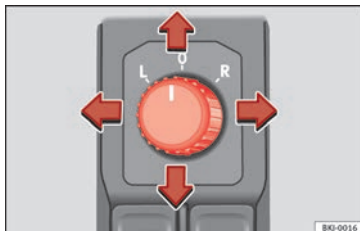

Fig. 150 Regolazione degli specchietti retrovisori esterni.
1. In primo luogo, ruotare la manopola » **fig. 150** portandola nella posizione **L** (specchietto esterno sinistro).
- Per far ripiegare su se stessi gli specchietti esterni si deve ruotare la manopola » **fig. 150** portandola nella posizione . Si consiglia di richiudere sempre gli specchietti esterni quando si porta il veicolo all'autolavaggio, altrimenti potrebbero danneggiarsi.